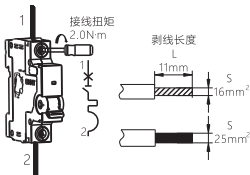

图5 NXBF-63接线方式
5.4 适用于铜导线连接，导线选择见表2，接线方式及剥线长度示意图如图5。